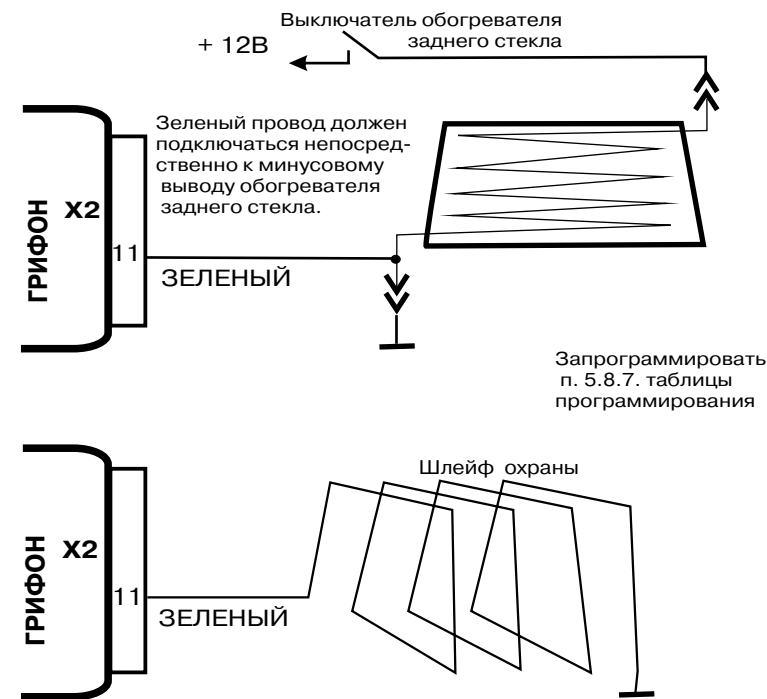

Рис. 2. Варианты подключения зоны охраны аксессуаров
5. В качестве зоны охраны можно также использовать сервисный(-) вход X2/11 - см.рис.2.
При снятии заднего стекла злоумышленник получает доступ к аксессуарам, находящимся внутри автомобиля. Чтобы отреагировать на покушение, в автомобильном охранном комплексе ГРИФОН предусмотрена зона охраны аксессуаров (рис.2). При предварительно запрограммированном п.5.8.7 ее срабатывание происходит в момент разрыва контакта между сервисным входом X2/11 и -12В.